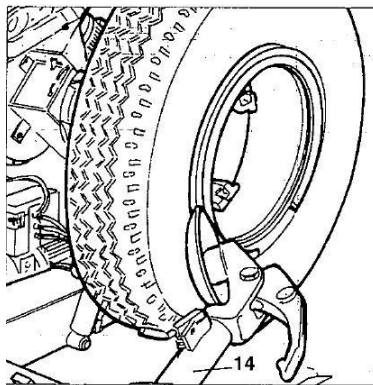

Рис. 7.16
- 2) Опустить монтажную лапу (14, рис. 7.16) в рабочее положение, пока оно не зафиксируется.
- 3) Установить рычаг с диском отрыва борта шины напротив обода колеса (см. рис. 7.16).
- 7) Отвести монтажную лапу (14, рис. 7.16) от закраины обода колеса. Освободить крюк и установить ее в нерабочем положении.